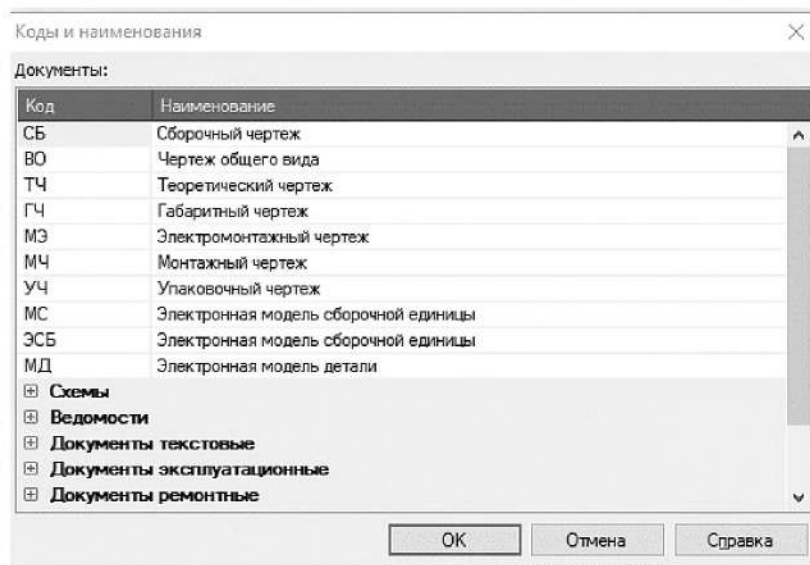

Рисунок 4.7. Добавление кода и наименования
1.2.4 В справочнике **Коды и наименования** укажите **Сборочный чертеж** и нажмите **ОК** (рисунок 4.7).